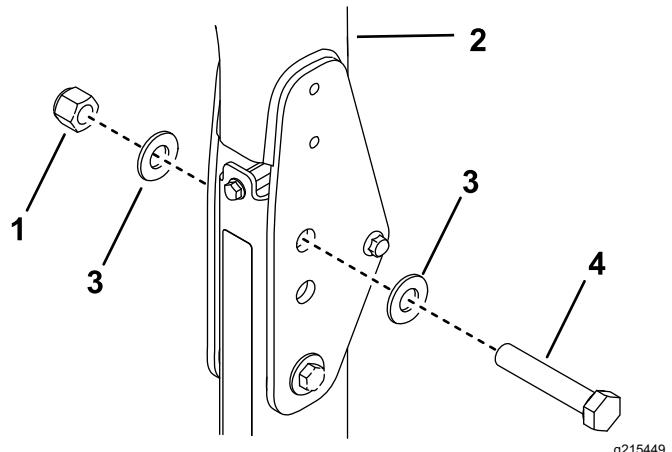

Figura 37
2. Inserite una rondella (13/16" x 1 1/2") su ciascun bullone (3/4" x 4"), come illustrato nella Figura 37.
3. Nei fori da cui sono state estratte le spine, installate bulloni e rondelle (Figura 37).
4. Montate un'altra rondella su ciascun bullone e fissate con un dado (3/4"), come illustrato nella Figura 37.